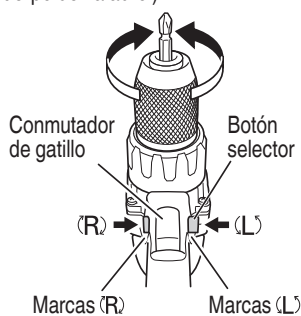

Fig. 11
4. Examinar la dirección de rotación. La broca rota hacia la derecha (mirándola desde atrás) al oprimir el lado R (der.) de inversión. El lado L (izq.) se usa para hacer girar la broca a la izquierda (Vea las Fig. 11). (Las marcas (L) y (R) están en el cuerpo del taladro.)